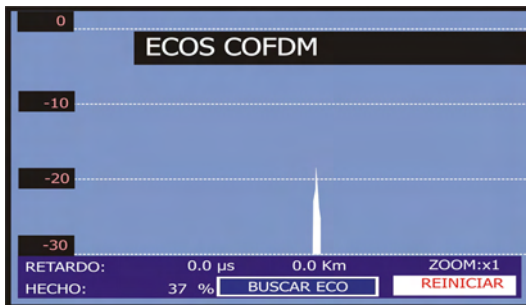

Figura 50.- Buscando ECOS.
2. Inicie la medición pulsando el selector rotativo (Figura 50.-).
Una vez el barrido ha terminado, aparecerán en pantalla los ecos que el aparato ha detectado (Figura 50.-). En este momento podemos pasar a analizarlos en detalle.